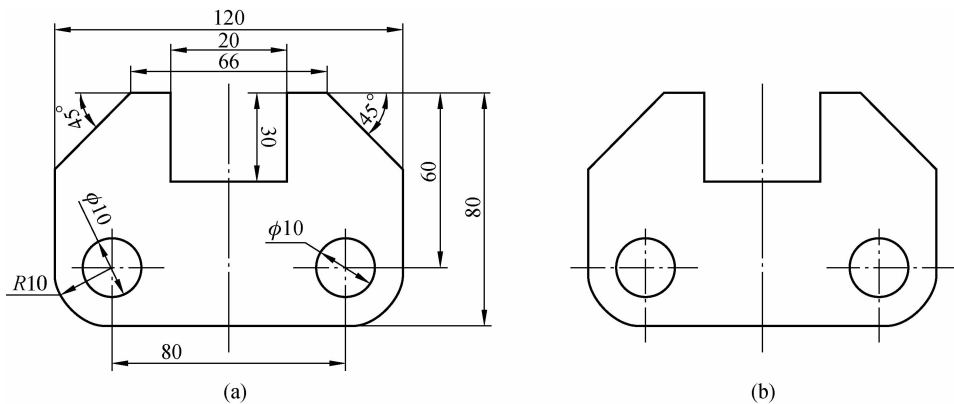

图 1-1-16
1. 图 1-1-16(a)中尺寸标注有错误,请在图 1-1-16(b)上正确标注尺寸。